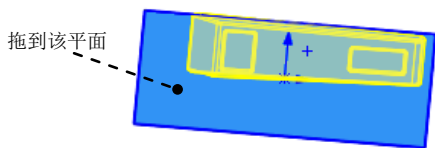

图 12.2.39 成形特征 1
Step3. 创建图 12.2.39 所示的成形特征 1。
(1) 单击任务窗格中的“设计库”按钮，打开“设计库”对话框。
(2) 单击“设计库”对话框中的 ch12 节点，在设计库下部的列表框中选择“staple_shaped_tool_01”文件并拖动到图 12.2.39 所示的平面，并设置旋